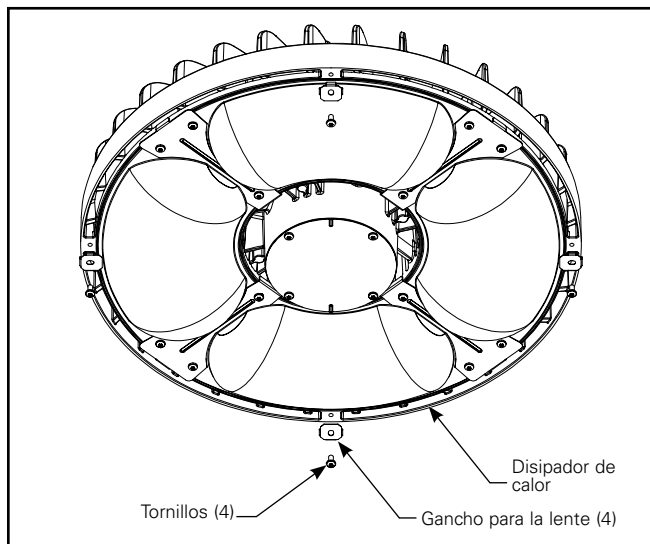

Figura 1.
1. Quite los **cuatro (4)** tornillos y ganchos para la lente del disipador de calor tal como se muestra en la Figura 1. **No los deseche.**